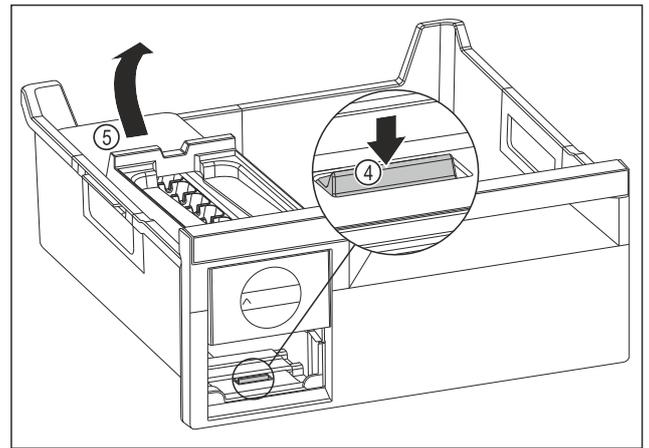

Fig. 93
- ▶ EasyTwist-Ice-Körper entnehmen: Lasche Fig. 93 (4) mit Finger nach unten drücken und gleichzeitig mit der anderen Hand den EasyTwist-Ice-Körper Fig. 93 (5) von hinten anheben.